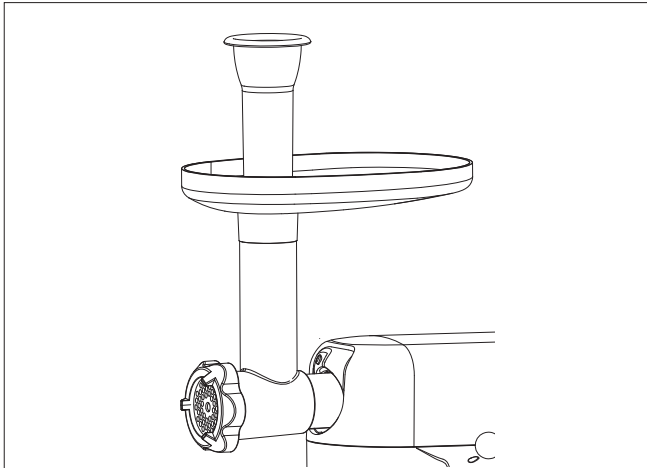

Fig. 18 – Hachoir à viande monté avec bol de remplissage et poussoir
3. Placez le plateau de remplissage (voir Fig. 18) par le haut sur la goulotte de remplissage du boîtier de la vis sans fin.